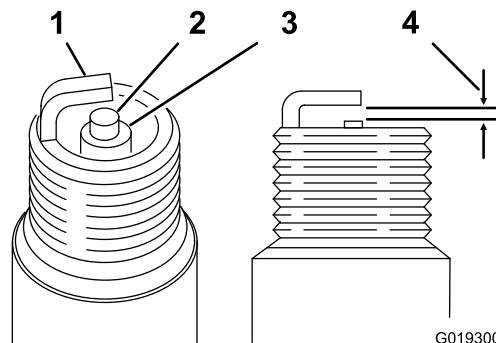

Figura 39
2. Con una galga para bujías, mida la distancia entre el electrodo lateral y el electrodo central (**Figura 39**).
1. Mire la parte central de la bujía (**Figura 39**). Si se observa un color gris o marrón claro en el aislante, el motor está funcionando correctamente.